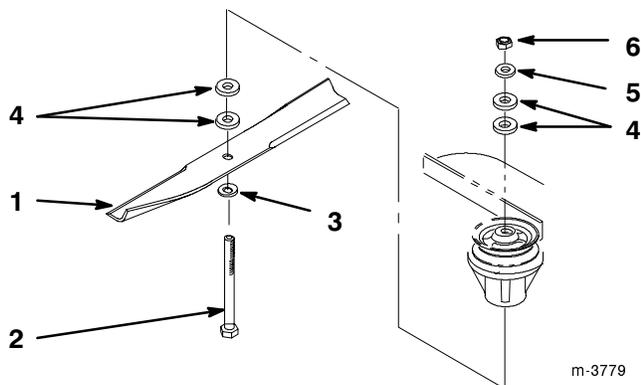

Figure 34
Maintenir le boulon de lame à l'aide d'une clé et retirer du moyeu l'écrou, le boulon de lame, la rondelle conique, la lame, les entretoises et la rondelle mince (Fig. 34).
1. Placer la lame sur le boulon, sur la rondelle conique. Ajouter le nombre d'entretoises requis par la hauteur de coupe, et insérer le boulon dans le moyeu (Fig. 34).
2. Ajouter les entretoises qui restent et fixer le tout à l'aide de la rondelle mince et de l'écrou (Fig. 34).